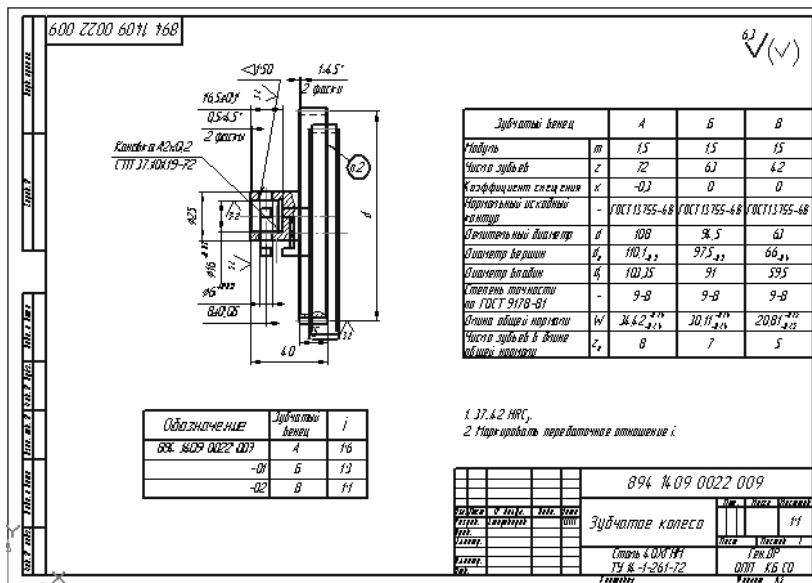

Рис. 5.71. Исходный чертеж с вставленной таблицей
- щелкните мышью в нужном вам месте, а затем нажмите клавишу **Esc** для прерывания выполнения команды. Возможный результат вставки таблицы в чертеж показан на рис. 5.71.